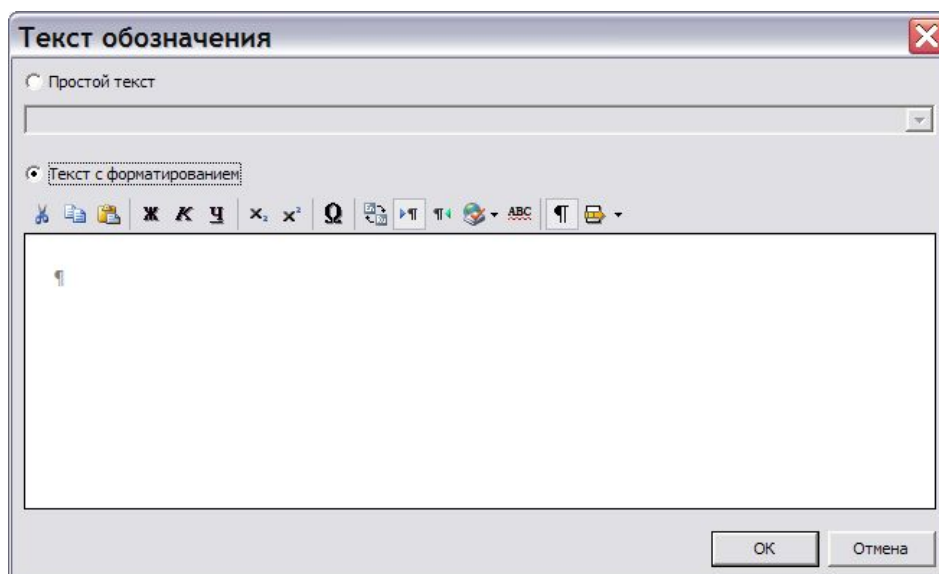

Рис. 3.172
2. Нажмите на значок **Добавить обозначение**  в левом нижнем окне. После этого появится диалоговое окно **Текст обозначения** (Рис. 3.172). Опция **Простой текст** используется для ввода обозначения в виде цифр или текста.
3. В окне **Текст обозначения** выберите опцию **Текст с форматированием** (Рис. 3.172). Инструменты данного окна аналогичны соответствующим инструментам редактора описательного модуля данных (раздел 3.3.1 «Инструменты редактора описательного МД»).